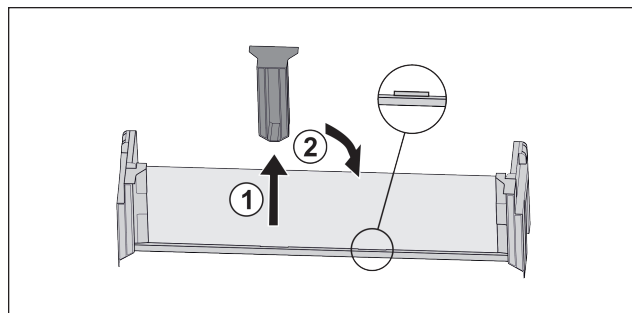

Fig. 26
- ▶ Desprindeți piesa de susținere intermediară Fig. 26 (1).
- ▶ Introduceți piesa de susținere intermediară la a doua poziție Fig. 26 (2).